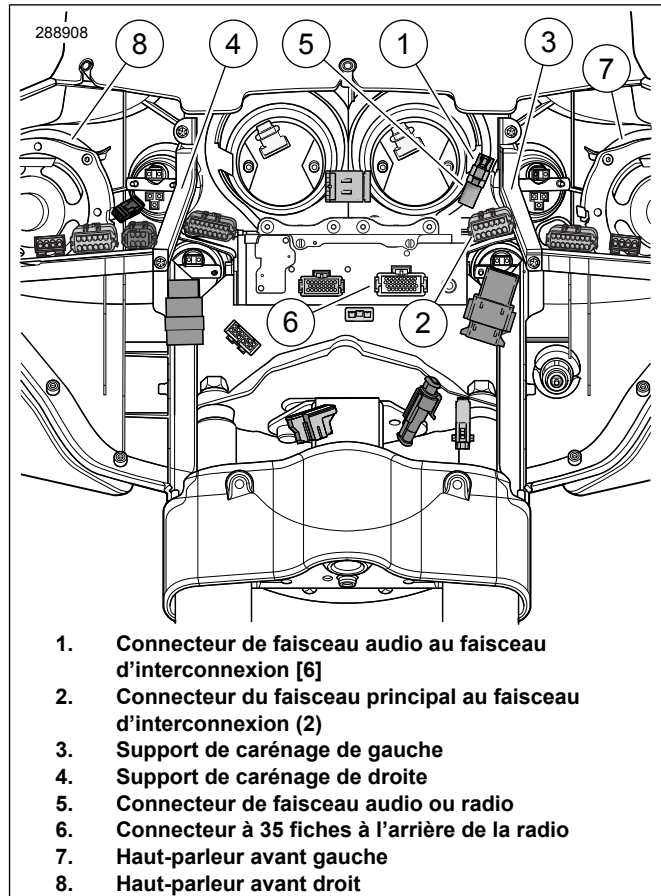
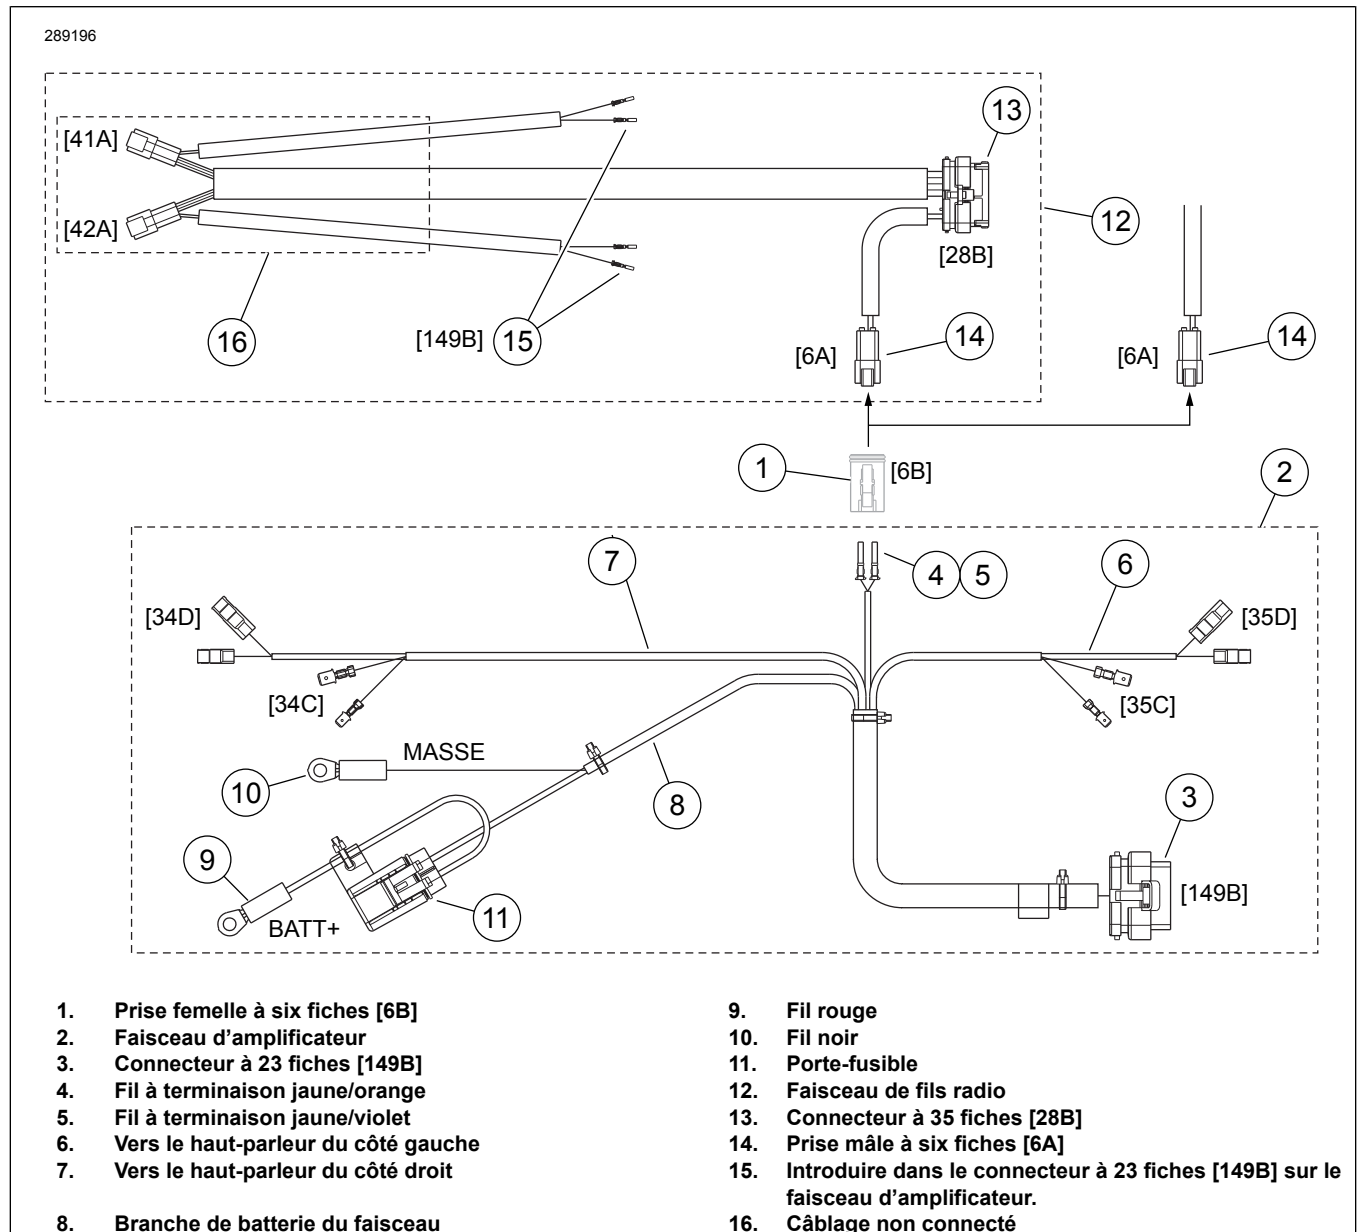

Figure 1. Connecteurs de carénage intérieur (FLHX, FLHT/C/U)
Figure 4. Schéma de connexion de faisceau, amplificateur monté sur carénage
- Voir Figure 1. Noter l'emplacement du connecteur Deutsch noir à six fiches entre le faisceau audio et le faisceau d'interconnexion [6] (1) avant de déplacer le connecteur Molex gris à 12 fiches [2] (2).
Si la prise femelle Deutsch noire à six fiches entre le faisceau audio et le faisceau d'interconnexion [6B] (Figure 1, élément
1. Voir Figure 4. Prendre le faisceau d'amplificateur (2) de ce kit.
2. Suivre les instructions du manuel d'entretien pour retirer les bouchons des cavités 8, 15, 22 et 23 du connecteur à 23 fiches (3) sur le faisceau d'amplificateur. Installer les fils à terminaison (15) provenant des deux autres connecteurs à six fiches du faisceau de fils radio sur le connecteur à 23 fiches comme suit :
3. Brancher le connecteur à 35 fiches (13) du faisceau de fils radio (12) dans le réceptacle à l'arrière de la radio (voir Figure 1, élément 6). Assurez-vous d'entendre un déclic.
4. Acheminer la branche courte du faisceau de fils radio (avec une prise mâle à six fiches et des fils jaune/orange et jaune-violet) vers la zone de la prise femelle [6B] (1), mais **ne pas** la connecter pour le moment. Cette prise mâle (14) sera désormais appelée le connecteur [6A].
1. Retirer le coin de blocage secondaire de la prise femelle [6B] (Figure 1, élément 1) sur le véhicule selon les instructions du manuel d'entretien. Retirer les bouchons des cavités 4 et 5.
2. Voir Figure 4. Suivre les instructions du manuel d'entretien pour installer le fil à terminaison **jaune/orange** (4) du faisceau d'amplificateur dans la cavité 4 de la prise femelle [6B] (1) et le fil à terminaison **jaune/violet** (5) dans la cavité 5.
4. Brancher la prise femelle à six fiches [6B] sur la prise mâle [6A] (14) du faisceau de fils radio (12) installé dans la section précédente ou du faisceau audio du véhicule.
5. Brancher la prise femelle à 23 fiches (3) sur le réceptacle sur le côté de l'amplificateur. Assurez-vous d'entendre un déclic.
14. Voir Figure 4. Utiliser un serre-câbles du kit pour enrouler le câblage non connecté (16) du faisceau de fils radio. En option, les fils marron et blanc/marron et leur connecteur [42A] peuvent fournir un signal à un haut-parleur gauche supplémentaire. Les fils vert et vert/marron et leur connecteur [41A] peuvent fournir un signal à un haut-parleur droit supplémentaire.
16. Voir Figure 4. Acheminer l'autre branche (8) du faisceau d'amplificateur vers l'arrière du véhicule jusqu'au chemin de faisceau. Ouvrir le couvercle du chemin de faisceau. Acheminer le faisceau d'amplificateur par les ouvertures du chemin, en utilisant les serre-câbles pour l'attacher au faisceau principal.
- d. Voir Figure 4. Rentrer les fils de connexion de porte-fusible (11) et d'amplificateur à l'avant de la batterie. *REMARQUE : Il peut être utile de couper le serre-câbles sur le bras de serrage du porte-fusible et d'installer un nouveau serre-câbles pour attacher le bras en position après avoir positionné le porte-fusible.*